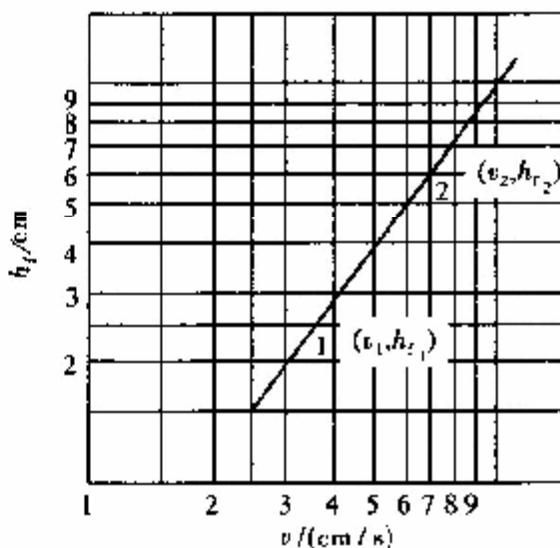

图 4-8
- (1) 实验目的与要求。
- (2) 观测数据及流态示意图。
- (3) 计算数据。
- (4) 在对数纸上绘出水头损失 $h_f \left(\frac{\Delta p}{\gamma} \right)$ 和雷诺数 (Re) 关系曲线, 求下临界雷诺数。
- (5) 在对数纸上绘制水头损失与流速的关系曲线, 并求不同流态下的表达式 $h_f = K v^n$ 中的 K 与 n (图 4-8)。